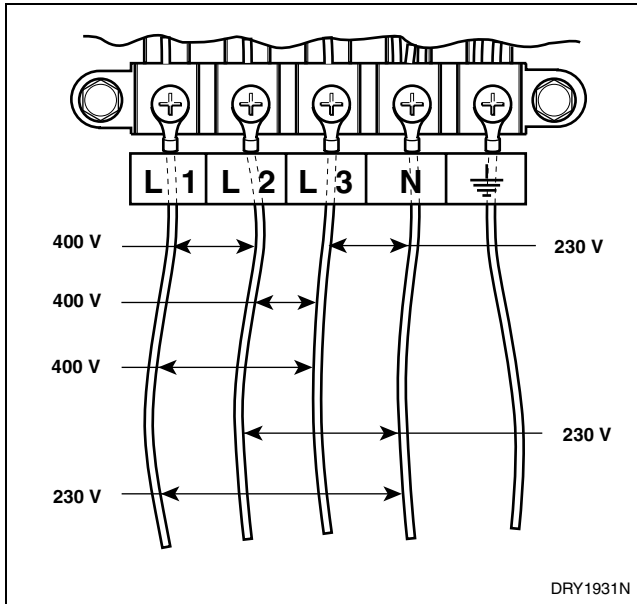

Figure 6
2. Raccorder les fils du cordon d'alimentation comme sur la *Figure 6*.